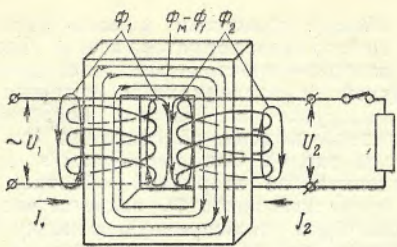

Рис. 4. Принципиальная схема трансформатора при нагрузке
Замкнем цепь нагрузки трансформатора (рис. 4). По вторичной обмотке n_2 потечет ток I_2 , при этом образуется намагничивающая сила, равная произведению $I_2 n_2$ и направленная таким образом, что она стремится уменьшить магнитный поток Φ_m . Однако напряжение U_1 не уменьшилось, значит, и магнитный поток не должен уменьшаться. Поэтому в первичной обмотке кроме тока холостого хода появится ток $I_{1н}$ такой величины, что его
2. Между обмотками и магнитопроводом любого трансформатора всегда имеются зазоры — пространства, заполненные воздухом и изоляционным материалом. При нагрузке в зазорах появляются магнитные потоки рассеивания (см. Φ_1 и Φ_2 на рис. 4). Они уменьшают э. д. с., наведенную во вторичной обмотке, так как магнитный поток Φ_1 является частью потока Φ_m и во вторичную обмотку при нагрузке не проходит. Магнитный же поток Φ_2 (как видно по направлению стрелки на рис. 4) течет навстречу потоку $\Phi_m - \Phi_1$. Следовательно, вторичная обмотка при нагрузке „сцеплена“ с магнитным потоком, определенным как разность $\Phi_m - \Phi_1 - \Phi_2$. Уменьшение вторичного напряжения при нагрузке из-за потоков рассеивания принято учитывать через приведенное реактивное сопротивление короткого замыкания x_k .